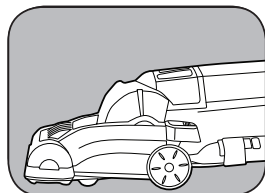

Fig. 4
4. Position basse – pour le nettoyage du dessous des meubles (Fig. 4).